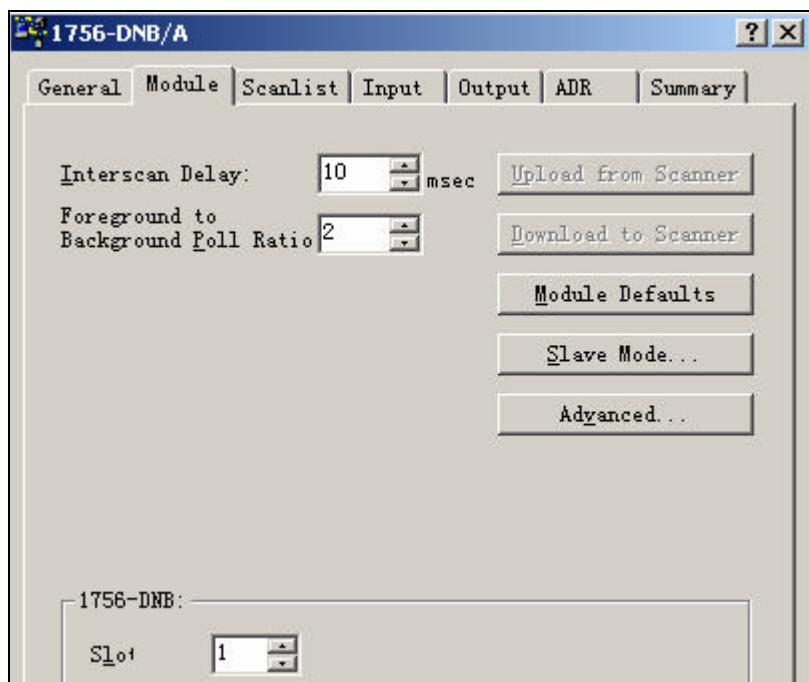

图 4-20 设置 1756-DNB 槽号
13. 设置扫描器 1756-DNB。扫描器 1756-DNB 的扫描列表中包含与网络上每个设备通讯所需的信息。如果某个设备不存在于扫描列表中，处理器无法周期的向该设备发送信息。双击 1756-DNB/A 模块，选择 Module 选项卡，弹出如下对话框，单击 Upload。将 Slot (槽号) 修改成 1756-DNB 当前所在槽号 3，如图 4-20 所示。